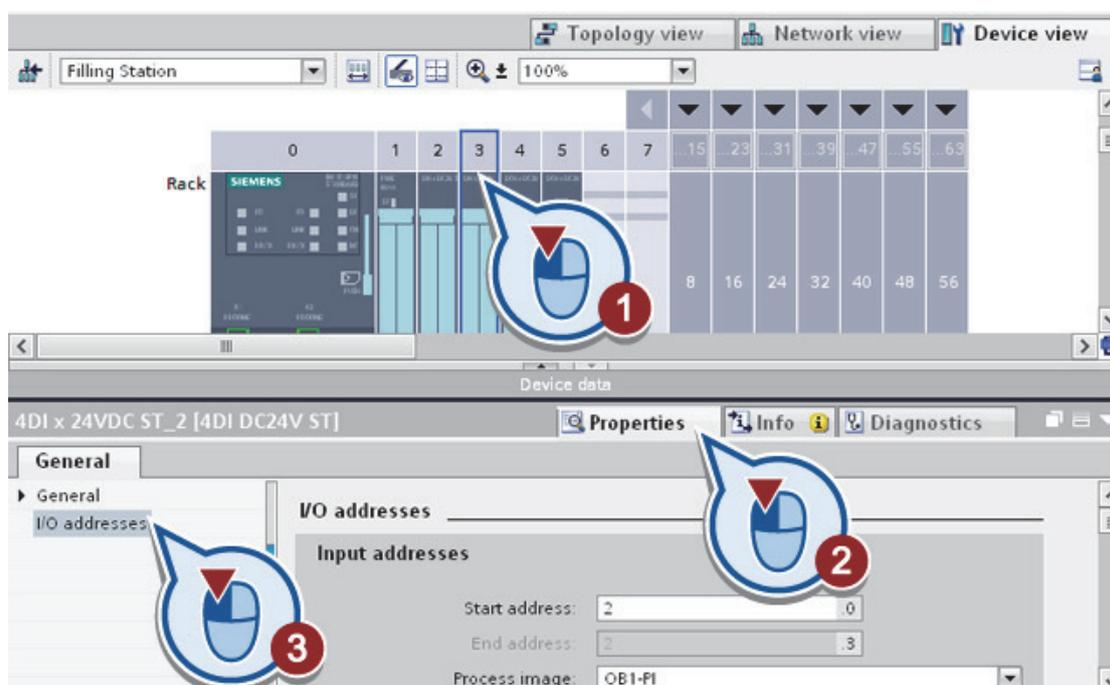

Рис. 1.19. Свойства модуля
– выберите модуль в слот 3 и откройте свойства адреса ввода / вывода в окне инспектора (рис. 1.19).